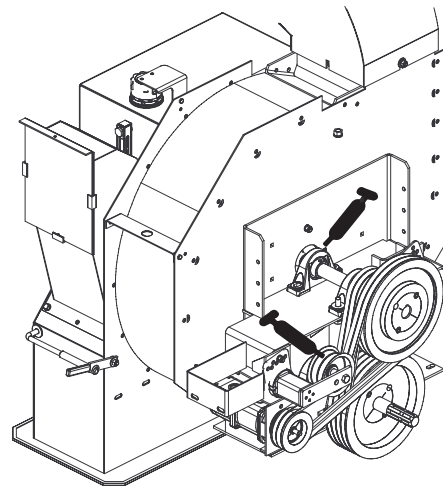

Bild 13
Die Gebläseradwelle und die Eingangswelle haben zwei (2) Lager (Bild 13), die nach jeweils 8 Betriebsstunden mit Nr. 2 Schmiermittel auf Lithiumbasis eingeschmiert werden müssen.